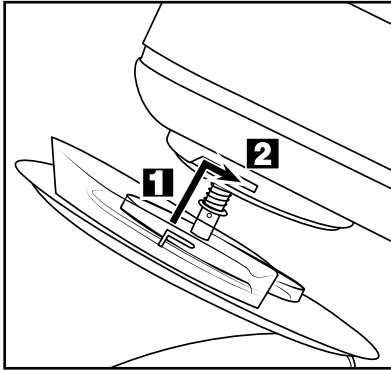

Fig. 1: Montering af låget 9
- 1) Tryk på oplåsningsknappen ② . Svingarmen ① bevæger sig op.
- 2) Sæt røreskålen ⑥ ind, så låsemekanismerne på røreskålen ⑥ går ind i udskæringen på foden ⑤.
- 3) Drej røreskålen ⑥ i urets retning (se symbolerne  og  på foden ⑤), så røreskålen låser og sidder fast.
- Sæt låget 9 nedefra på svingarmen 1, så låsemekanismerne på låget 9 går ind i skinnerne på svingarmen 1 (fig. 1 / 1). Pilen på låget 9 skal pege på symbolet 1 på svingarmen 1:
- For at låse skal du dreje låget 9 i pilens retning 1, så låsemekanismen går i indgreb, og låget 9 sidder fast (fig. 1 / 2).